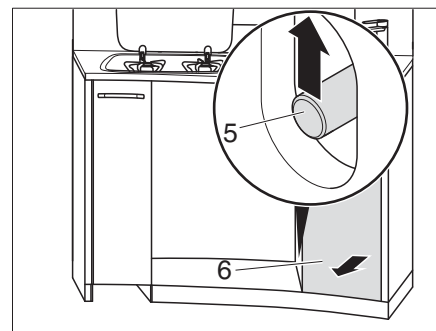

Bild 119 Hohe Küchenschublade entriegeln
- Durch die Öffnung greifen und Schubstange (Bild 119,5) nach oben schieben.